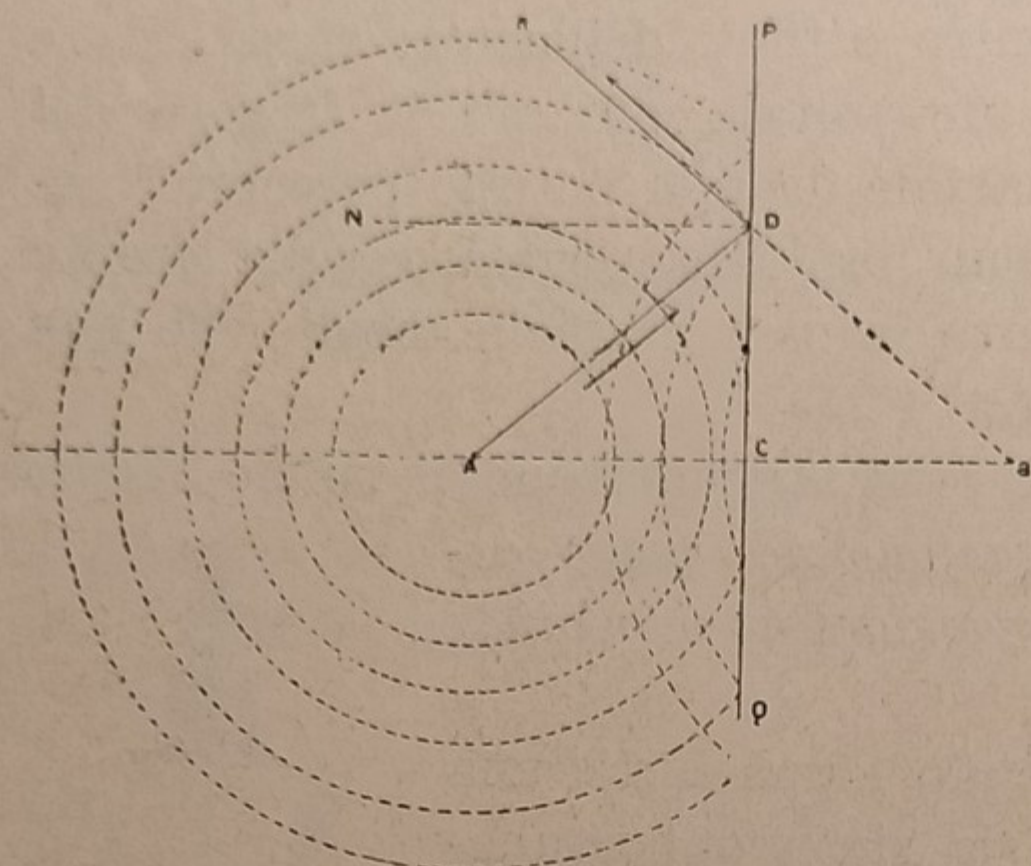

Fig. 57.
**45. Riflessione del suono: eco.** — Le onde sonore partenti da un punto A nel quale siasi prodotto un suono, sono sferiche ed hanno per centro quel punto (fig. 57). Ma se incontrano un